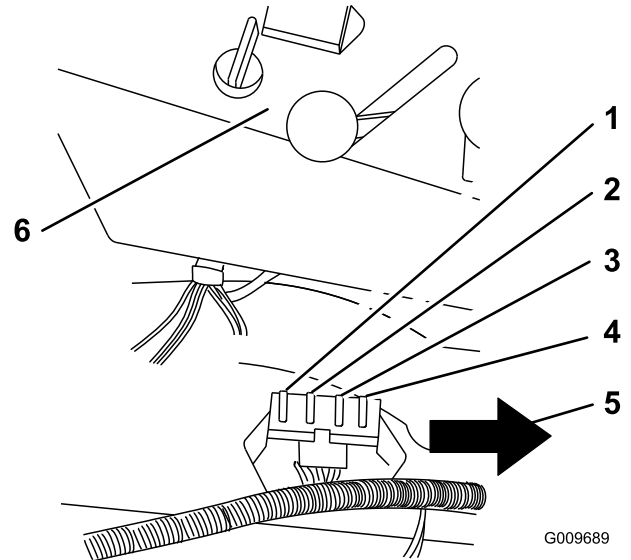

Figura 38
1. Levante el asiento para tener acceso al portafusibles (Figura 38).
3. Instale un fusible nuevo (Figura 38).